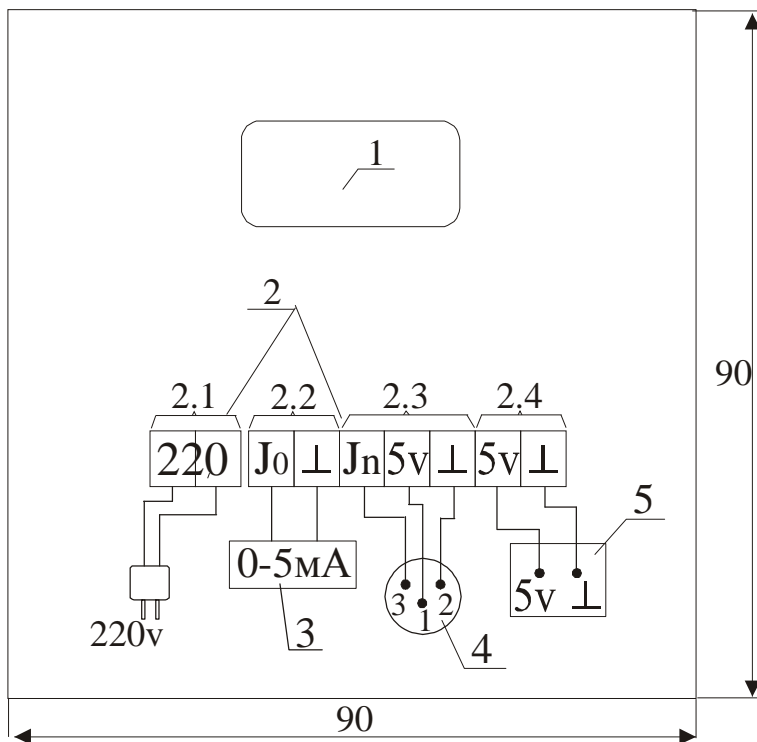

Рис.2. Задняя панель блока цифровой индикации (БЦИ) и схема электрических соединений.
7.2.2. Подключить 220В к микрокомпрессору и сетевому клеммнику "220 В" БЦИ (см. рис.2). Токовый выход подключается двумя проводами к клеммам Jo и GND(⊥). Разъем блока фотоприемника БФ подключается тремя проводами: контакт –1 к клемме 5v; контакт –2 к клемме GND(⊥); контакт –3 к клемме Jп. Разъем фотоизлучателя БИ подключается 2-мя проводами к клемме GND(⊥) и клемме 5v.